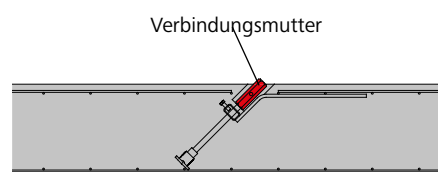

Abb. 30.2
Schritt 2: Nun kann die Verbindungsmutter auf den Ankerstab bis zum Anschlag aufgeschraubt werden (Abb. 30.2)